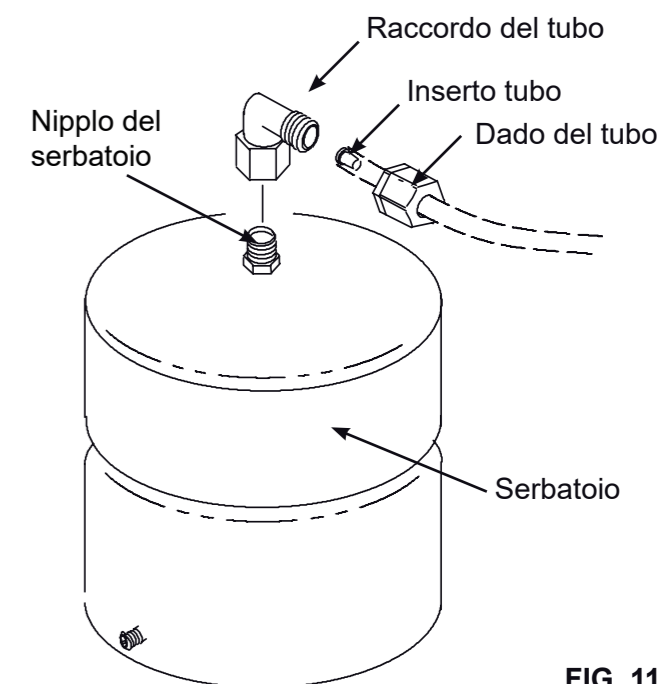

FIG. 11
Applicate una striscia di tenuta, ad esempio teflon, (2 strati in senso orario) sulla filettatura nella parte superiore del serbatoio. Cfr. Fig. 11.
1. Identificate il raccordo del tubo Cfr. Fig. 11. Avvitare il raccordo sul nipplo del serbatoio realizzando 7-8 giri, fate attenzione a non danneggiare il filo e a non stringere troppo.